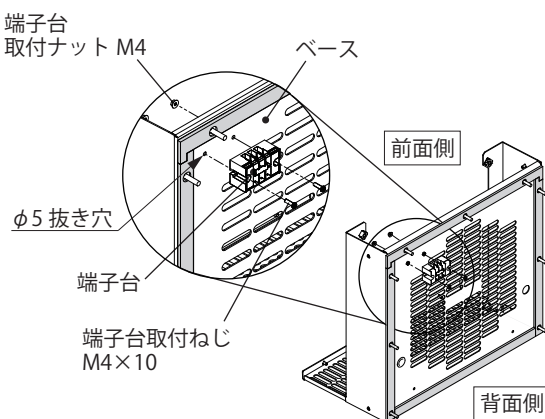

図 6
3. 端子台取付ねじ M4×10 と端子台取付ナット M4 (2 ヲ所) にて端子台 (3P) をベースの背面側から確実に固定してください。(図 6)